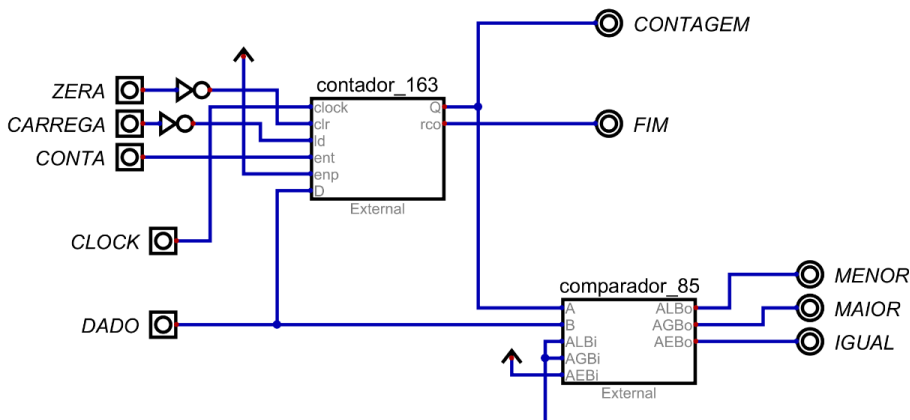

Figura 4: Circuito Digital da Atividade 2 usando circuito esquemático
- j) Adicionalmente, crie outro projeto no Digital com a composição dos componentes fornecidos usando um circuito esquemático conforme a Figura 4 a seguir.